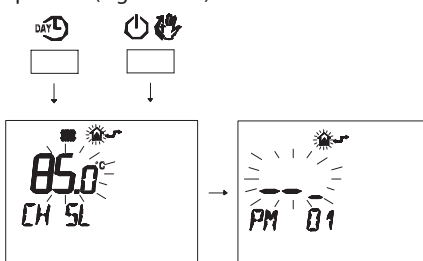

Figura 5.46
- Premere contemporaneamente i pulsanti  e  per entrare nella programmazione trasparente (Figura 5.46).